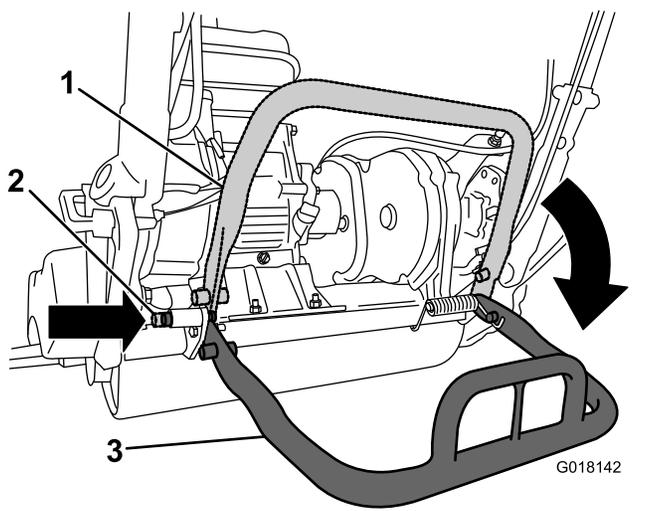

図 23
- リールを外している間にユニットが後ろに倒れないように、キックスタンドを下げて、ロッキングピンを差し込んでキックスタンドを整備位置にロックします 図 23。